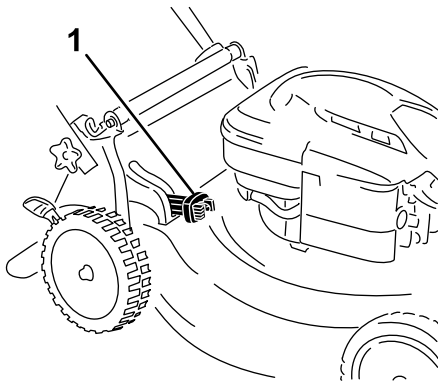

Figura 15
- **Para ensacar los recortes de hierba y hojas,** presione el botón de la palanca de ensacado a demanda y mueva la palanca hacia delante hasta que salte el botón de la palanca (Figura 15).